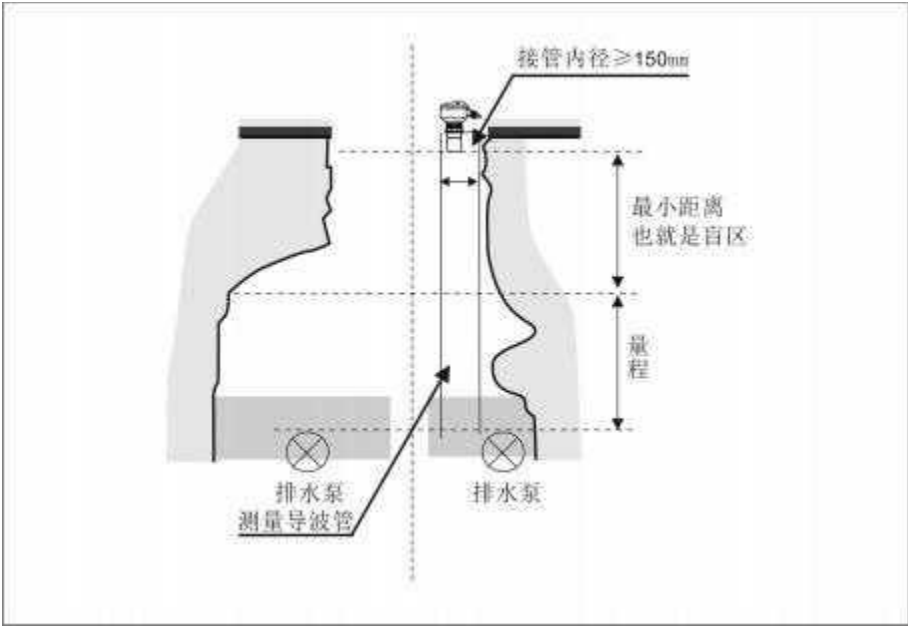

图 6-19 导波管安装示意图
底部安装	导波管底部必须 接触池底 或 确保末端始终浸没于液体中 ，以保证管内液位与外部一致（图 6-19）。
①内径：测量范围 $\leq 4\text{m}$ 时，内径应 $\geq 150\text{ mm}$ 。超过 4m 需咨询厂家。
②底部位置：导波管底部必须接触池底或确保末端浸没于液体中，以保证管内液位与外部一致，如图 6-19 所示。